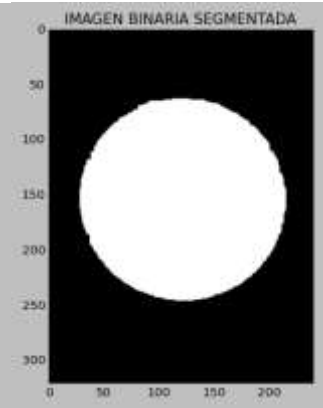
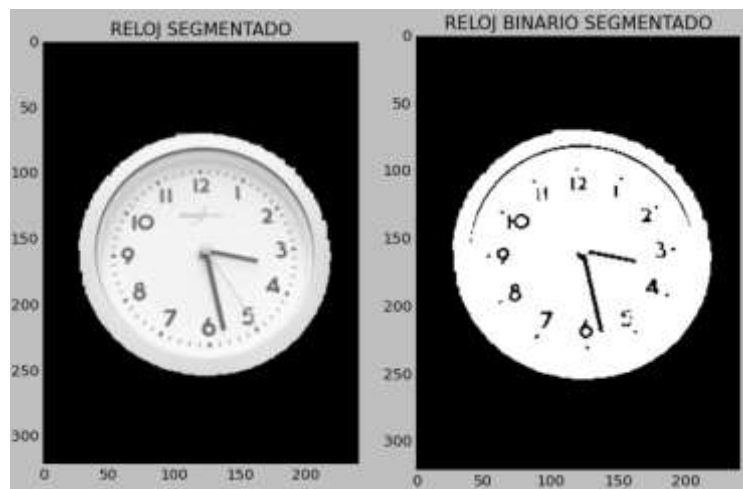
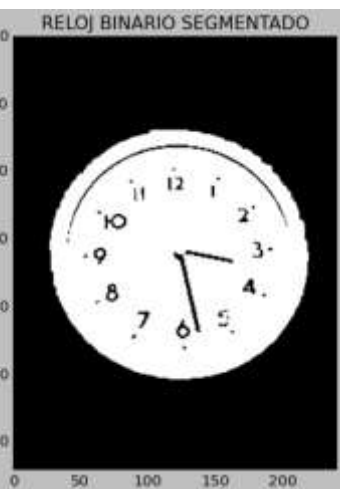

Figura 5
Figura 6
Figura 7
- Finalmente se convierte la imagen a escala de grises y se aplica Otsu. La imagen queda con algunas fallas, por lo que se hace necesario rellenar los 'manchas' blancos y negros. Con los que se obtiene la imagen binaria segmentada (Figura 5).
Para lograr encontrar el horero y el minutero se debe partir encontrando el centro del área segmentada de la figura 5 (centro de masa). Luego se segmenta el reloj (Figura 6) y se convierte a una imagen binaria (Figura 7), para posteriormente realizar un barrido polar con origen en el centro de masa y lograr encontrar las rectas que presenten una mayor cantidad de pixeles negros (ceros).
Luego para lograr encontrar el segundero, a la figura 6 se le filtran los colores que están dentro del rango del segundero, para posteriormente encontrarlo a través de un barrido polar con origen en el centro de masa. El segundero será la recta que presente una gran cantidad de ceros y que además esté separada gradualmente tanto del horero como del minuterio.